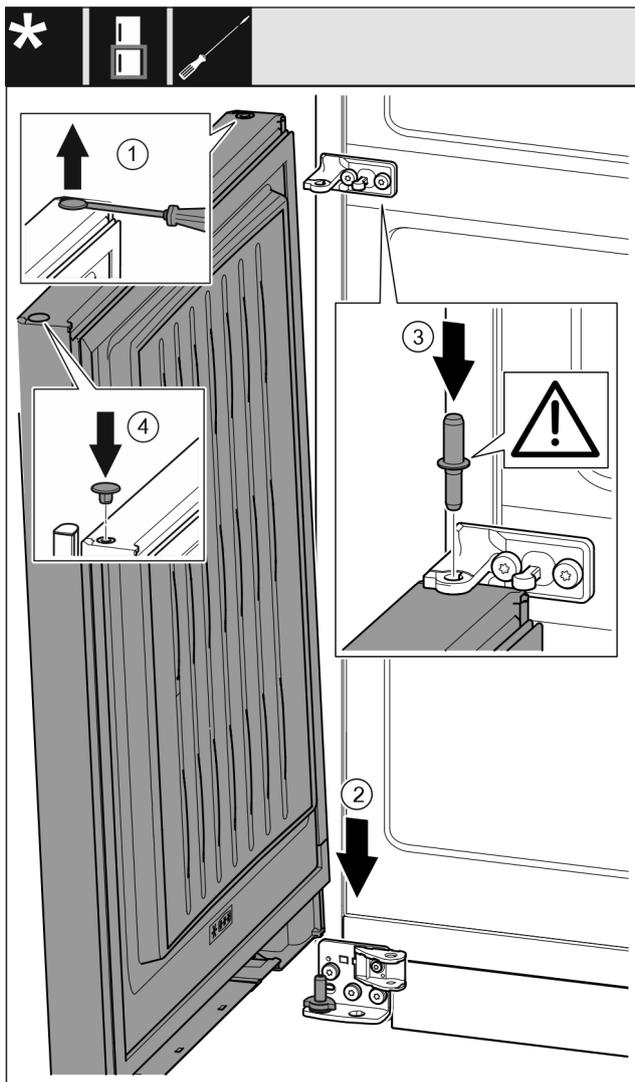

Fig. 41
- ▶ Levante cuidadosamente el tapón con un destornillador para tornillos de cabeza ranurada y extráigalo. Fig. 41 (1)
- ▶ Coloque la puerta desde arriba sobre el perno de cojinete inferior. Fig. 41 (2)
- ▶ Inserte en la puerta inferior el perno de cojinete intermedio a través del soporte de cojinete intermedio. Preste atención a que el saliente de retención esté orientado hacia detrás. Fig. 41 (3)
- ▶ Vuelva a colocar el tapón en el otro lado de la puerta. Fig. 41 (4)